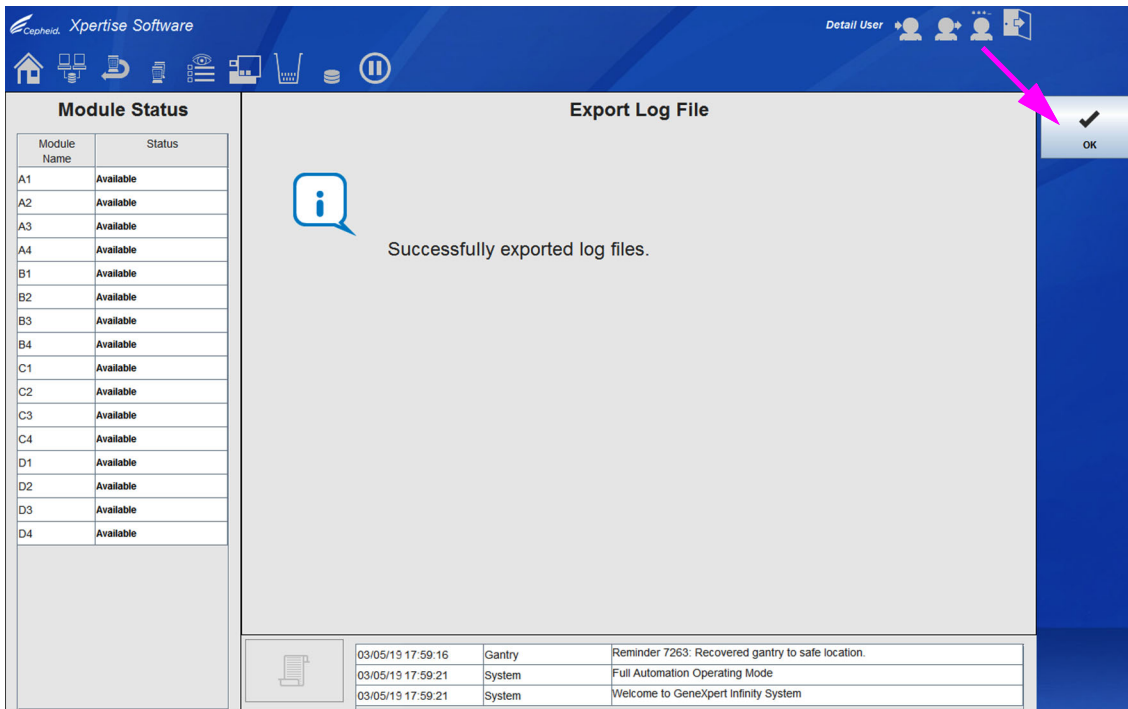

Figura 9-79. Área de trabalho Export Log File (Exportar ficheiro de registo)
Ver Figura 9-79.
- Selecione o botão **OK**. Ver Figura 9-79.